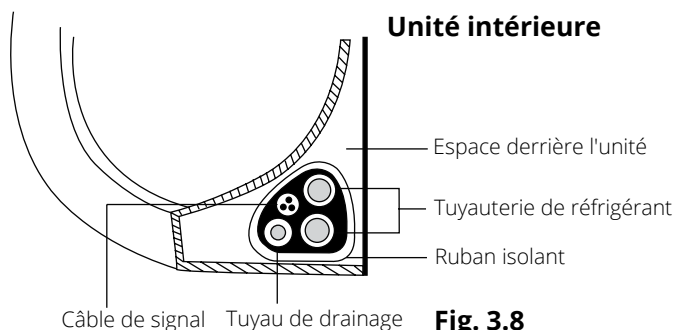

Fig. 3.8
3. À l'aide d'un ruban isolant, enroulez le câble de signal, les conduites de réfrigérant ainsi que le tuyau de drainage fermement ensemble. Vérifier que tous les éléments sont groupés conformément à la **Fig. 3.8**.